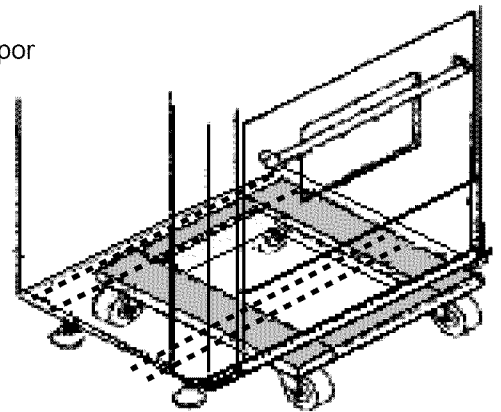

Figura 6: Colocar la carretilla
- Debido al peso se debe usar una carretilla con ruedas suaves para transportar esta unidad. El peso debe quedar soportado uniformemente sobre la parte inferior. (Vea Figura 6).
- Reemplace el panel para los pies. Es importante que los dos (2) tornillos que fijan el panel de pies queden bien apretados para evitar el acceso accidental a las superficies calientes.